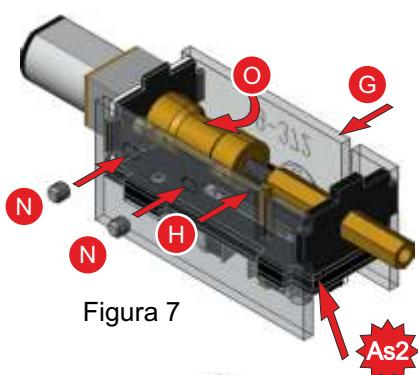

Figura 7
5)Osservando ora il gruppo dalla parte sottostante, assemblare quanto mostrato in figura 7. Il manicotto O deve essere inserito facendo una piccola rotazione. Bloccare il pezzo O all'asse del motore ed al pezzo As1 con i grani N. Per far ruotare il motore in corretta posizione per l'assemblaggio può essere utilizzata una batteria da 9V o un alimentatore in corrente continua. I laterali trasparenti N e G devono invece essere incollati al pezzo As2, D ed F